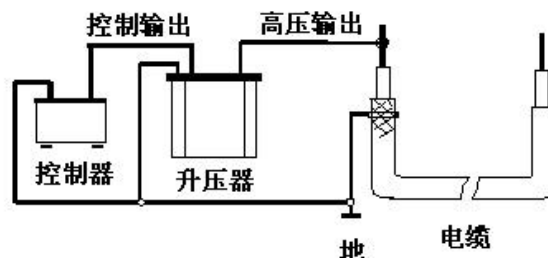

图 7 单相测量连线图
6、用随机附带的专用柔性连接电缆将试验设备与试品电缆按图 7 所示的方法相连接。合上电源，设定好试验频率、时间和电压以及高压侧的过流保护值、过压保护值，然后开始升压试验。升压过程应密切监视高压回路，监听试品电缆是否有异常响声。升至试验电压时，即开始记录试验时间并读取试验电压值。